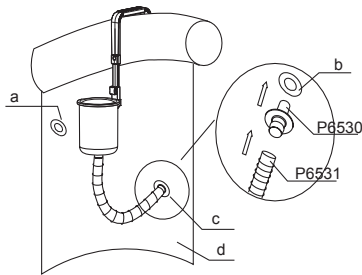
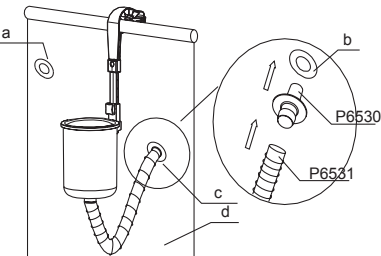

Fig. 11 / Abb. 11 / Kuva. 11 / EIK. 11 / Рис. 11 / Rys. 11 / 11. Ábra
Fig. 12 / Abb. 12 / Kuva. 12 / EIK. 12 / Рис. 12 / Rys. 12 / 12. Ábra
- For pool equipped with stopper plugs: remove the plug from inside of the pool's outlet valve and insert the hose adapter (P6530). Connect the hose (P6531) to the hose adapter (P6530). (See Fig. 11 and See Fig. 12)
- Para as piscinas equipadas com bujão: remova o bujão de dentro da válvula de saída da piscina e insira o adaptador da mangueira (P6530). Ligue a mangueira (P6531) ao adaptador da mangueira (P6530). (Veja Fig. 11 e Fig. 12)
- Para piscinas equipadas con tapones de tope: quite el tapón desde dentro de la válvula de salida de la piscina e introduzca el adaptador de la manguera (P6530). Conecte la manguera (P6531) al adaptador de la manguera (P6530). (Vea Fig. 11 y Fig. 12)
- Für Pools mit Stöpsel-Ausstattung: Entfernen Sie den Stöpsel aus dem Pool-Ablassventil und stecken Sie den Schlauchadapter (P6530) ein. Schließen Sie den Schlauch (P6531) an den Schlauchadapter (P6530) an. (Siehe Abb. 11 und siehe Abb. 12)
- Voor zwembaden uitgerust met stoppen: haal de stop uit de uitlaatklep van het zwembad en monteer de slangadapter (P6530). Sluit de slang (P6531) aan op de slangadapter (P6530). (Zie Fig. 11 en Zie Fig. 12)
- Per piscine con tappi: estrarre il tappo dalla valvola di uscita della piscina e inserire l'adattatore per tubo flessibile (P6530). Collegare il tubo flessibile (P6531) al relativo adattatore (P6530) (Vedere Fig. 11 e 12).
- Pour les piscines équipées de bouchons d'arrêt : enlevez le bouchon de l'intérieur de la valve d'évacuation de la piscine et insérez l'adaptateur de tuyau (P6530). Fixez le tuyau (P6531) à l'adaptateur (P6530). (Voir Fig. 11 et Fig. 12)
- Для бассейна с пробкой: выньте пробку из выпускного клапана бассейна и вставьте переходник шланга (P6530). Присоедините шланг (P6531) к переходнику шланга (P6530). (См. Рис. 11 и 12)
1. W przypadku basenu wyposażonego w korki zatykające: usuń zatyczkę z zaworu spływowego i włóż złącze węża (P6530). Podłącz wąż (P6531) do złącza węża (P6530). (Zob. Rys. 11 i Rys. 12)
1. För pooler som är utrustade med stoppluggar: ta bort stoppluggen från insidan av poolens utmatningsventil och sätt i slangadaptern (P6530). Koppla slangen (P6531) till slangadaptern (P6530). (Se Fig. 11 och Fig. 12)